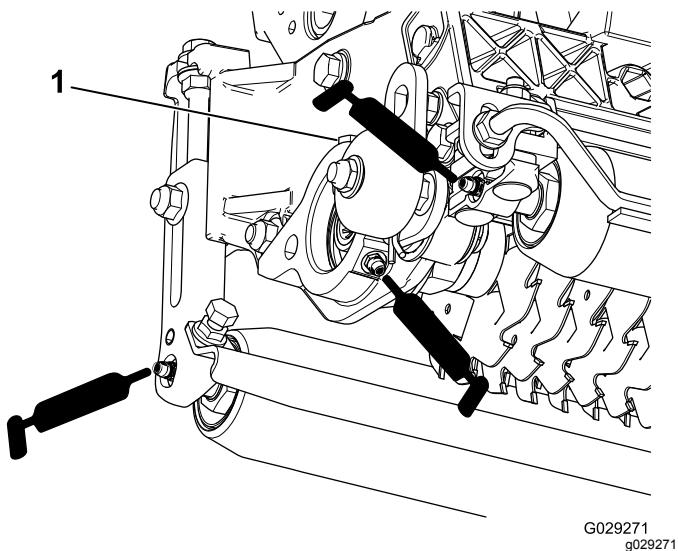

Figura 13
Ciascun verticutter è dotato di 5 raccordi di ingrassaggio (Figura 13) che devono essere lubrificati ogni settimana con grasso al litio n. 2.
2. Applicate il grasso fino a quando non vedete uscire grasso pulito dalle guarnizioni dei rulli e dalla valvola di sfogo (Figura 13).